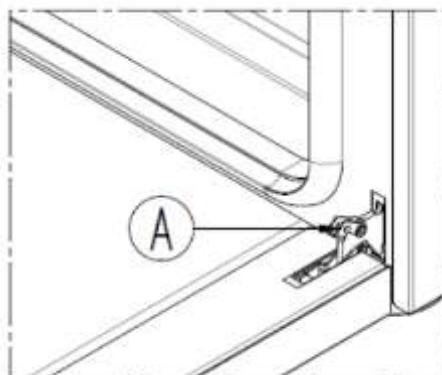

Fig. 7
- ruotare completamente il particolare mobile della cerniera "A" (Fig. 7);